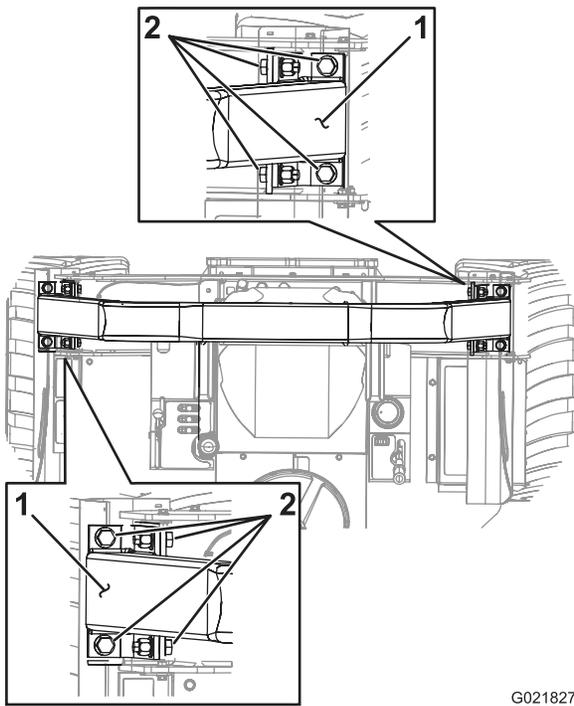

Figure 96
1. Vérifiez que les 8 boulons qui fixent l'arc de sécurité au châssis de la machine sont serrés à un couple de 24,4 à 26,1 Nm (216 à 231 po-lb); voir Figure 96.